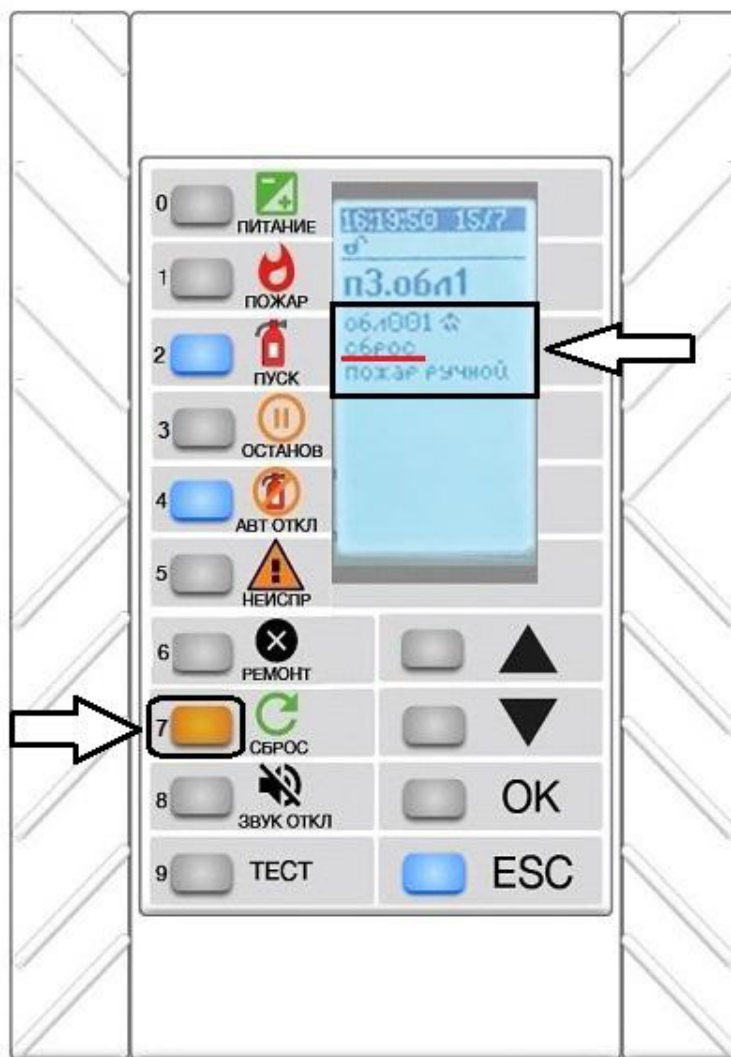

Рисунок 28
4. Убедиться, что найден источник тревоги и нажать кнопку «СБРОС». Кнопка «СБРОС» загорится желтым цветом и на экране под названием области появится сообщение «сброс» (рисунок 28). Время сброса задается в веб-конфигураторе. После завершения процесса сброса сигнала тревоги кнопка «СБРОС» изменит цвет на синий, обозначив переход в неактивный режим.